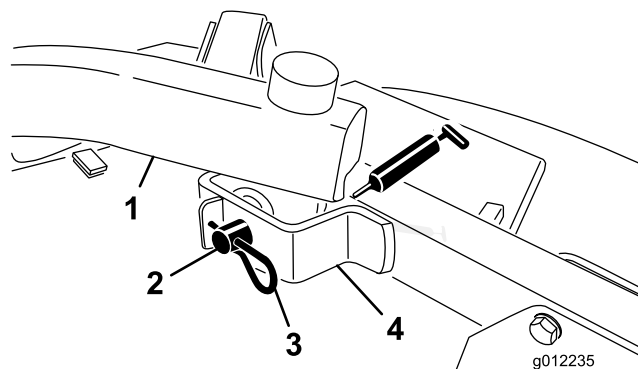

Figura 22
- Articulações do braço de elevação, frente (2) (Figura 22)